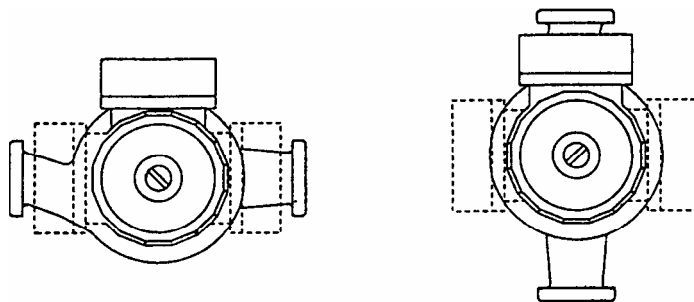

Рис. 5
- Монтаж насоса производить без механического напряжения и **только с горизонтально расположенным валом насоса** (см. рис. 5). На насос не должны передаваться напряжения от трубопровода и его вес.